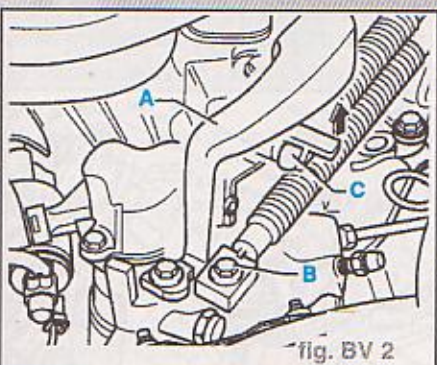

fig. BV 2
- Déposer la masse antivibratoire (A) et enlever le câble de commande (B) du levier de commande des vitesses (fig. BV 2).